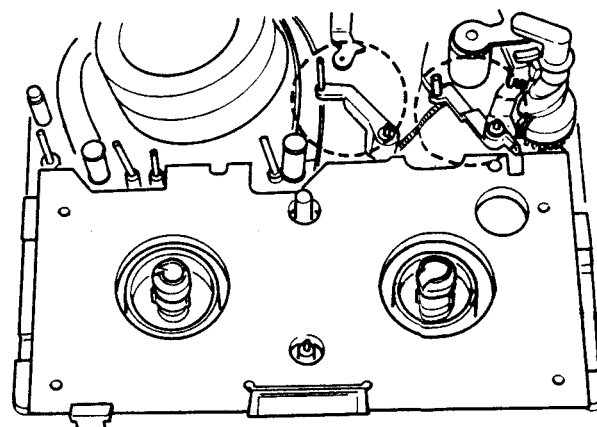

Fig. 30
- Rotate the capstan rotor in the anti-clockwise direction until the mechanics reaches the position shown in Fig. 30.
- Ruotare il senso antiorario il rotore capstan finché viene raggiunta la posizione della meccanica riprodotta in fig. 30.